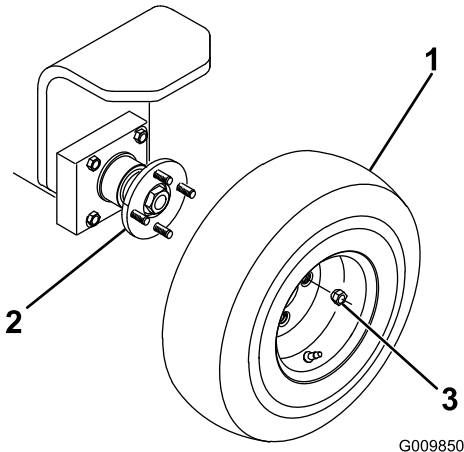

Figura 2
1. Monte o conjunto de roda no cubo da roda traseira (Figura 2).
2. Instale as portas de roda(Figura 2) e aperte-as com 61 a 88 Nm.